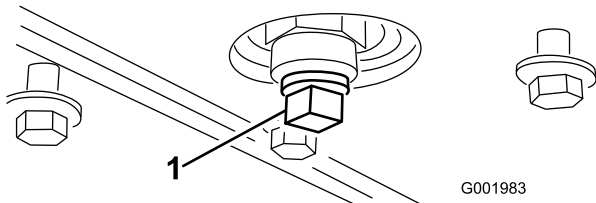

Figura 51
- Togliete il tappo di spurgo. (Figura 51).